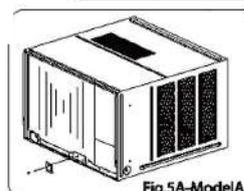

Fig.5A-ModelA
1. Retire un tornillo que sujeta el soporte de fijación del chasis y luego retire el soporte de fijación del chasis como se muestra en la Fig.5A.